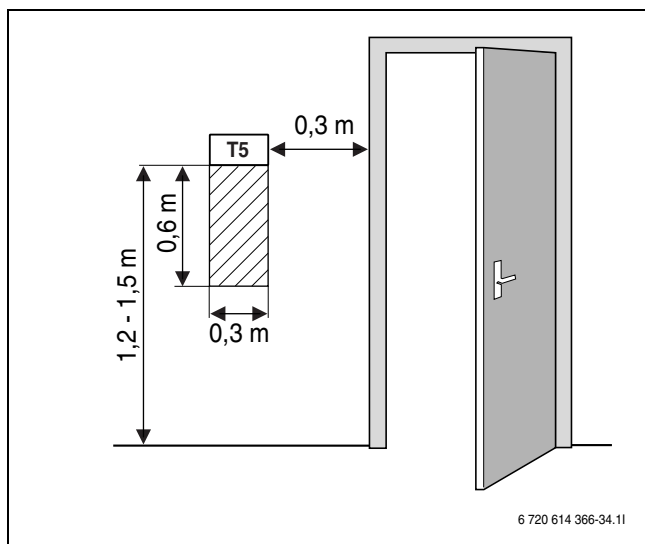

Bild 19 Rekommenderad monteringsplats för rumsgivare T5
- Obehindrad cirkulation av rumsluften under rumsgivaren T5 (streckad yta i bild 19 ska hållas fri).